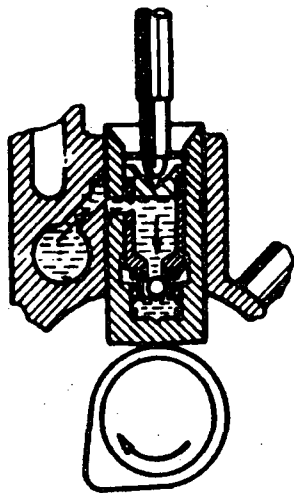

Fig. 3
Funcionamento dos tuchos hidráulicos. O tucho (fig. 3) é alimentado de óleo pela bomba, através de um conduto perfurado em todo o comprimento do motor. Quando fecha a válvula do cilindro, o óleo da bomba entra sob pressão na câmara superior, pelos orifícios perfurados no corpo e no êmbolo, e obriga a válvula de esfera a se abrir, vencendo a tensão da mola e então passando para a câmara inferior. Pela pressão do óleo o êmbolo é empurrado para cima até que se põe em contato com a haste de comando do balancim. Desta maneira é compensada qualquer folga nas válvulas. Quando o lóbulo (1) do came se comunica com o tucho (4), este se eleva, produzindo um aumento da pressão na câmara inferior, o que fecha a válvula de esfera, e que permite que o tucho funcione como uma só peça. Esta ação é transmitida ao conjunto haste-balancim, produzindo-se a abertura da válvula do cilindro. Quando o tucho baixa, fecha-se a válvula do cilindro e termina a pressão sobre o êmbolo do conjunto.